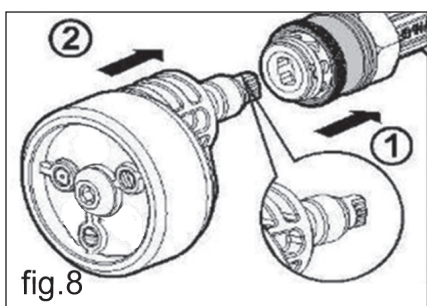

fig.8
3. Tirez vers l'arrière l'anneau de serrage en laiton (fig.8, 1), insérez l'adaptateur de buse avec buse multipulvérisation dans la lance courte (fig.8, 2) et libérez le mandrin bague.
5. Ensuite, ajoutez la petite baguette (fig.10) avant d'insérer enfin la buse adaptateur avec buse multipulvérisation dans la buse courte comme dans la figure 8 ci-dessus.